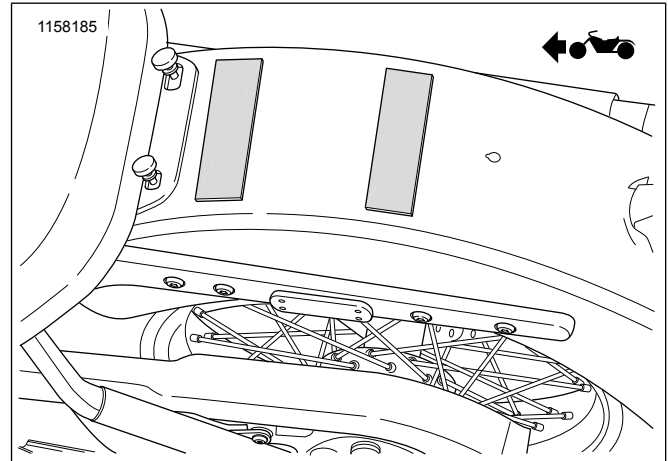

Abbildung 1. Abriebfestes Klebeband – Positionierung
1. Abbildung 1 Das abriebfeste Klebeband in zwei Teile schneiden, auf die Breite des Hinterradschutzblechs zuschneiden und anbringen.